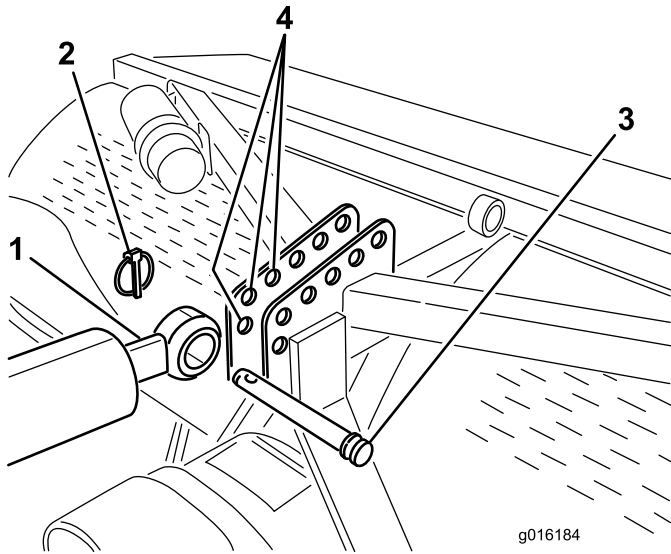
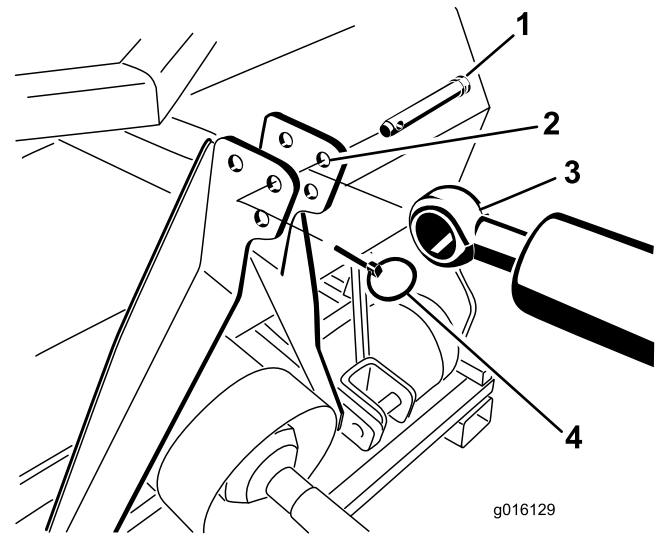
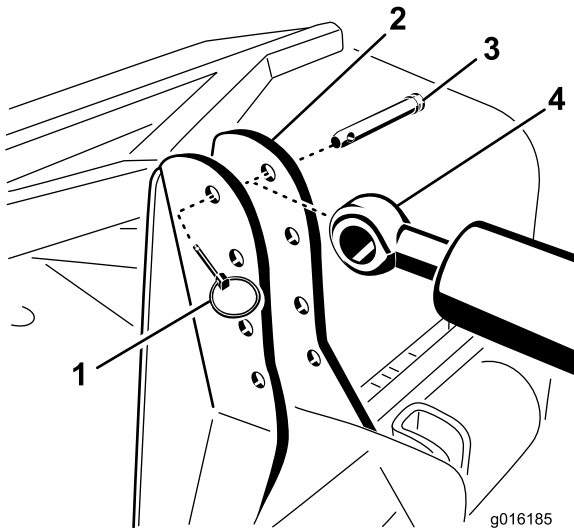

Figure 6
Figure 8
Figure 7
7. Fixez le côté tige du bras de liaison supérieur hydraulique au trou le plus avant possible dans le support de l'aérateur avec un axe d'articulation et une goupille à anneau (Figure 6, Figure 7 ou Figure 8).